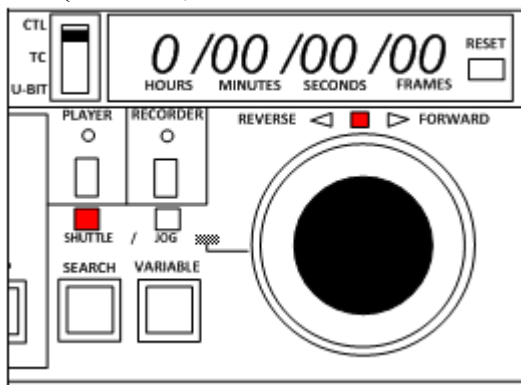

Рис. 11. Временной дисплей, поворотный механизм «JOG/SHUTTLE» и индикатор перемотки
- Временной дисплей, поворотный механизм «JOG/SHUTTLE» и индикатор перемотки (Рис. 11)